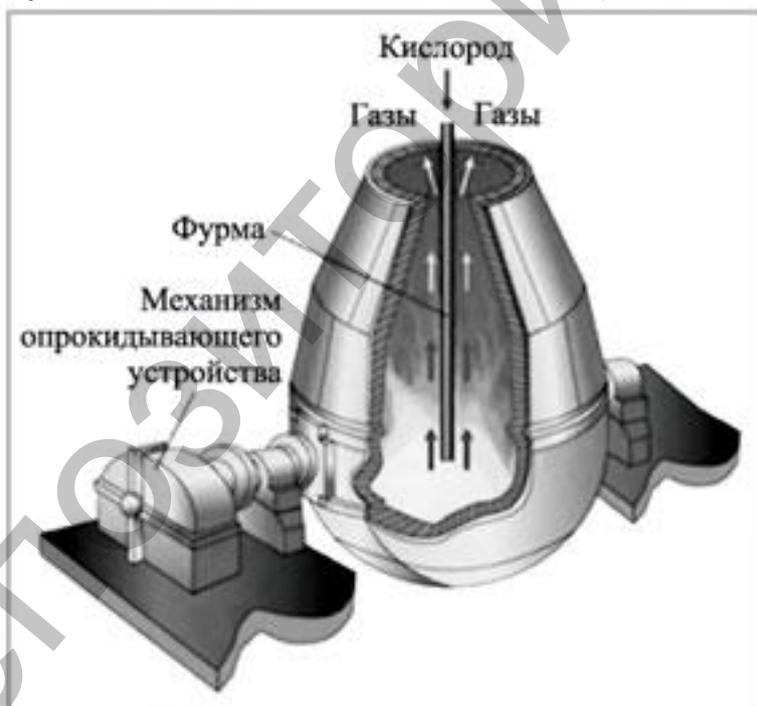

Рисунок 7– Схема кислородного конвертора
**Кислородно-конверторный процесс** осуществляется в кислородных конверторах – в специальных агрегатах грушевидной формы из стальных листов, футерованных огнеупорным кирпичом (рисунок 7). Вместимость конвертера 50–350 тонн. В процессе работы конвертер может поворачиваться вокруг горизонтальной оси на 360 градусов для завалки металлолома, заливки чугуна, слива стали и шлака.